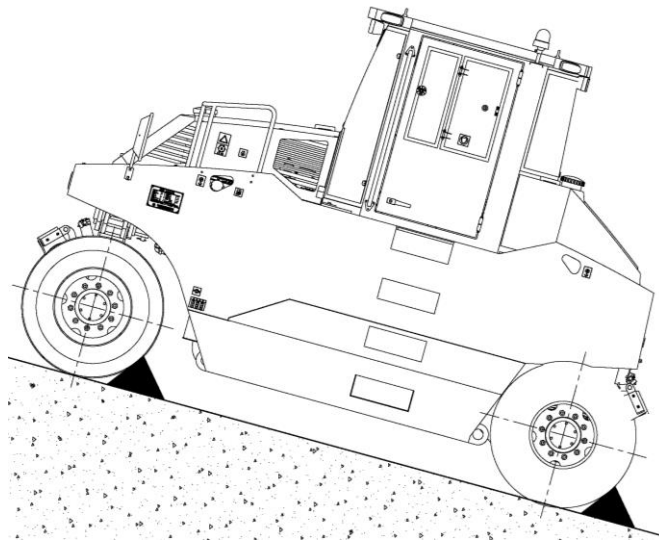

Figura 4-6 Calçando o
- Depois que o rolo terminar de operar, ele deverá ficar estacionado em uma superfície plana e larga, se tiver que parar na rampa, aplique a pedra ou o bloco de madeira nas rodas dianteiras e traseiras (Figura 4-6) para evitar acidentes.